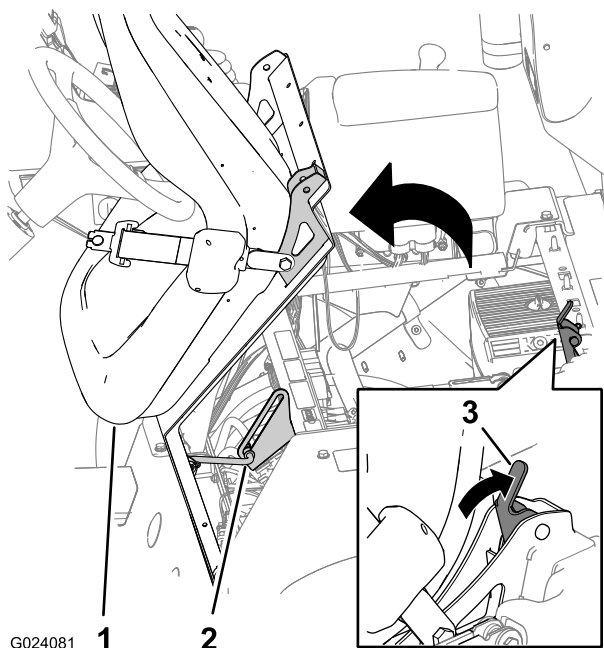

Figura 2
2. Desengate o banco empurrando a alavanca de engate do banco para trás (Figura 2).
3. Rode o banco e a placa do banco para a frente até que a extremidade da barra de apoio no suporte da barra da apoio fique na parte inferior da ranhura do suporte (Figura 2).